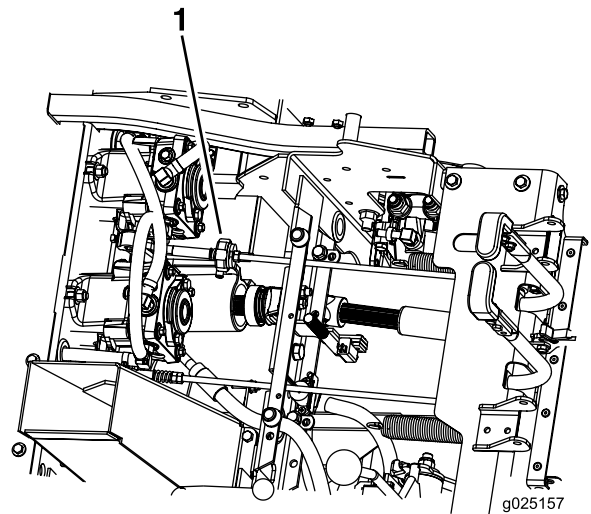

Figura 50
6. Verifique e certifique-se de que a máquina não desliza quando está em ponto morto com o travão de mão desengatado (Figura 50).